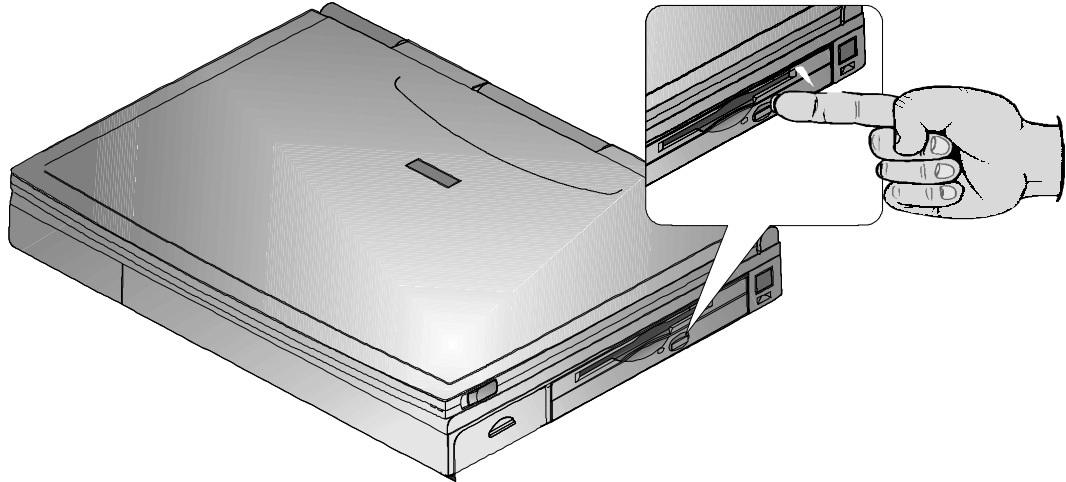

Figure 6-5 : éjection du tiroir de CD-ROM
Pour insérer un disque dans le module combiné CD-ROM 12X/lecteur de disquette, reportez-vous aux figure 6-5 et 6-6 et aux instructions qui suivent.
1. Appuyez sur le bouton d'éjection. Le tiroir motorisé sort du lecteur (voir figure 6-5).